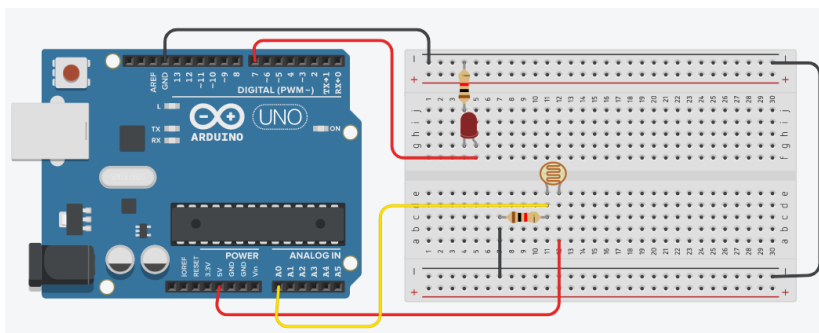

Figura 5.14: exemplo de circuito com LDR.
- Conecte o outro terminal do resistor que está conectado na mesma coluna de furos do fio preto, este conectado no barramento (negativo) da matriz de contato, como mostra a Figura 5.14.